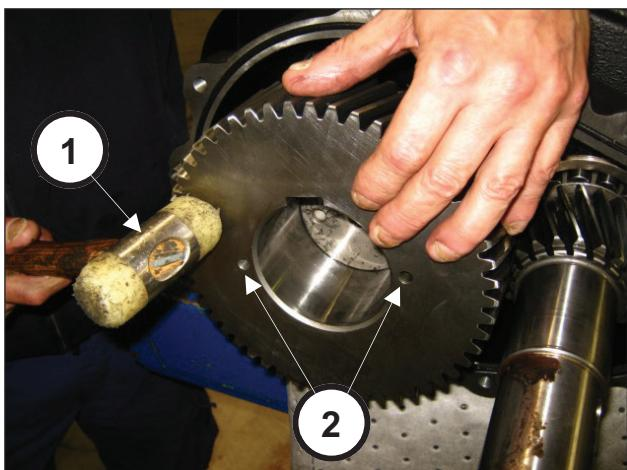

图69
使用4个M10x30螺丝固定齿轮冠止动器（部件号①，图68）。利用扭力扳手调节螺丝，如第3章所述（部件号①，图69）。